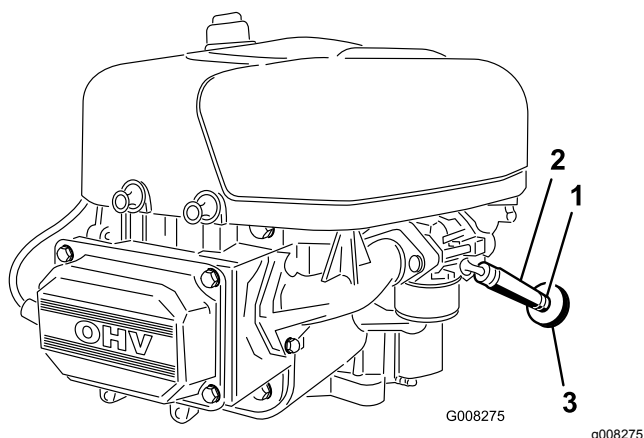

Figura 29
7. Afloje la abrazadera cerca del filtro de combustible y deslícela por el tubo, alejándola del filtro de combustible (Figura 29).
8. Retire el tubo de combustible del filtro (Figura 29).
11. Acerque la abrazadera al filtro de combustible para fijar el tubo de combustible (Figura 29).
El mejor momento para cambiar el filtro de combustible (Figura 29) es cuando el depósito de combustible está vacío. No instale nunca un filtro sucio después de desmontarlo del tubo de combustible.